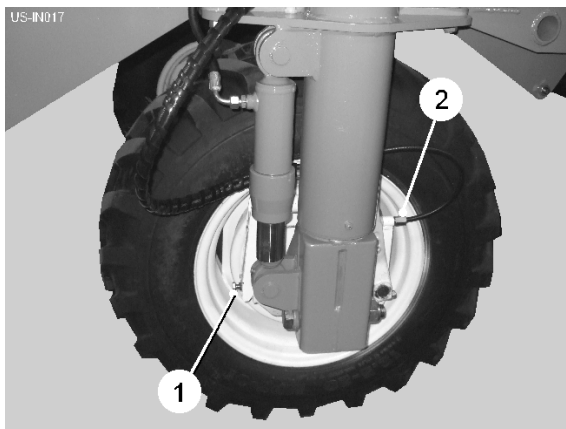
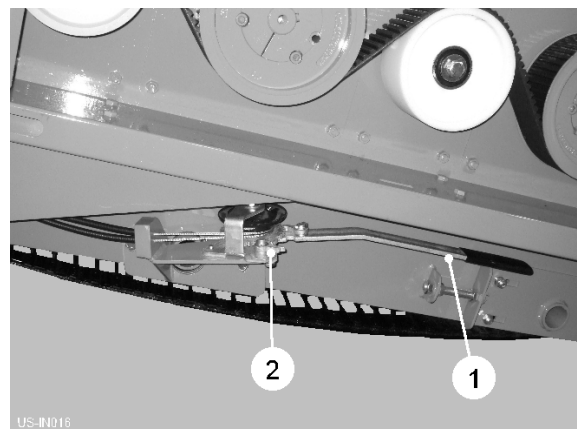

Fig 10
Fig 11
Forbind den hydrauliske bremseslange til traktorens 'bremseserviceafgang'. Maskinens bremses fungerer, når traktorens bremses aktiveres. Slid på bremsesko kan optages ved at justere stilleskruerne (item 1, fig 10). For at aktivere håndbremsen skal du trække armen (item 1, fig 11) ind og ud mod skralde, indtil bremskablerne er strammet helt. For at frigøre håndbremsen skal du trække håndtaget helt ud for at frigøre skraldemekanismen (item 2, fig 11). Til sidst skubbes armen tilbage under maskinen til transport. Håndbremsekabellængden indstilles på kabeljusteringerne (item 2, fig 10).